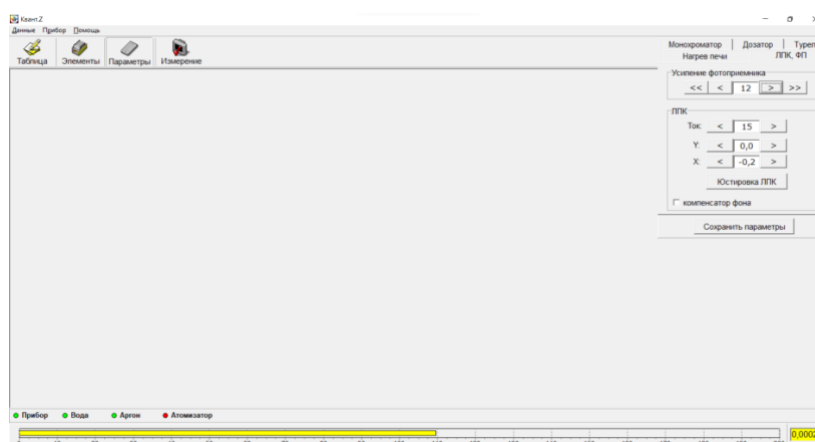

Рис. 19П – Увеличение сигнала интенсивности
- 3.4.9** Если после юстировки турели и подстройки монохроматора интенсивность изучения ЛПК будет меньше 90 единиц, кликните по закладке «ЛПК, ФП» в блокноте «Параметры» (Рис. 19П) и увеличьте усиление фотоприёмника в разделе «Усиление фотоприёмника».